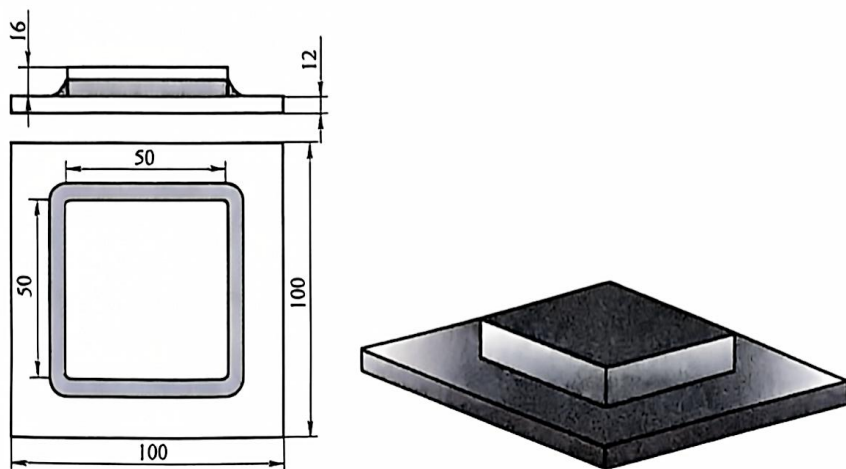

图 2-23 方形中厚板平角搭接产品的结构和尺寸
(1) 焊件结构和尺寸 方形中厚板平角搭接产品的结构和尺寸如图 2-23 所示。该焊件为 2014 年北京“嘉克杯”国际焊接技能大赛机器人焊接竞赛项目试题中的内容。